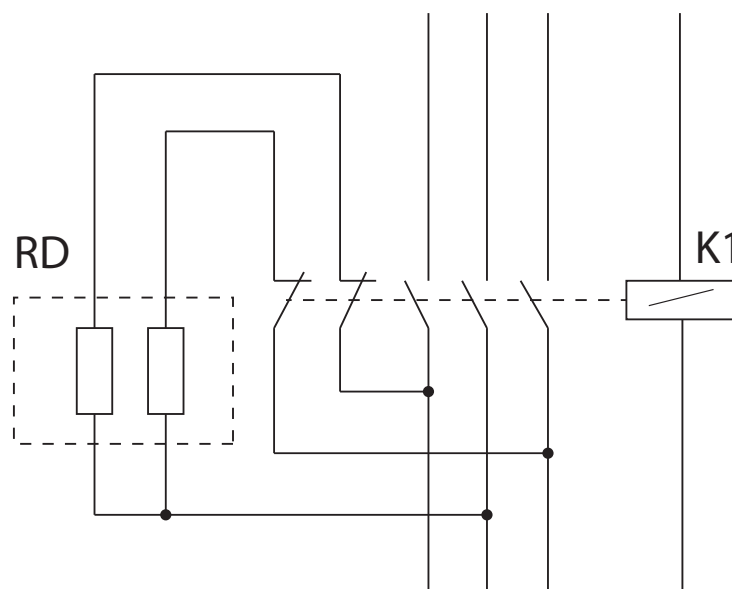

Figura 11: Conexión de las resistencias de descarga.
- ✓ En caso de que la batería incluya resistencias de descarga RD, comprobar que están en buen estado (no están abiertas ni presentan síntomas de quemadura). (**Figura 11**)